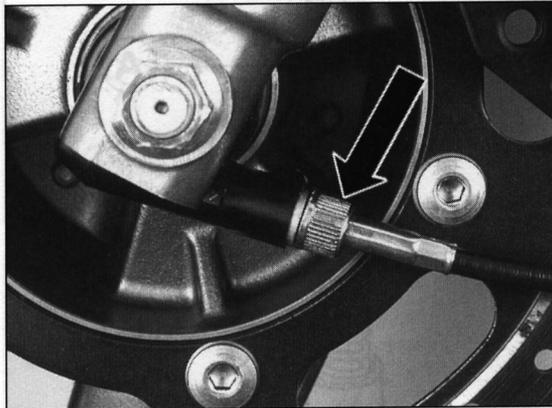

Bild 279
- Links Tachowelle ausdrehen (Bild 279).